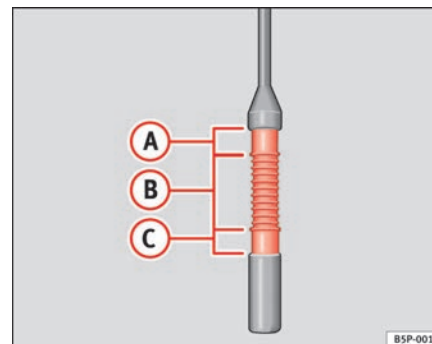

Abb. 127 Ölmesstab.
- Den Messstab anschließend wieder herausziehen und den Ölstand ablesen ⇒ **Abb. 127**. Füllen Sie gegebenenfalls Motoröl nach. ▶